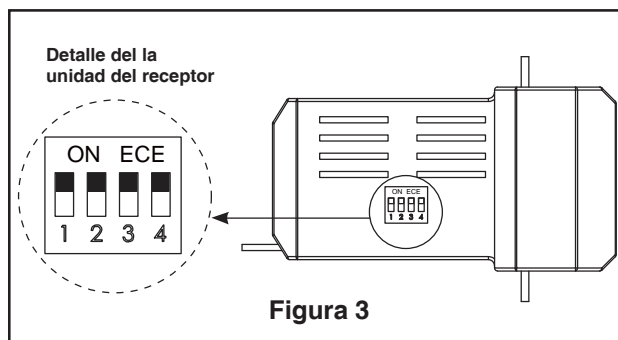

Figura 3
Profunda caja con aparato ortopédico (Figura 3)
3. Afloje los dos tornillos de fijación del soporte del barral. Introduzca los cables de color negro, azul y blanco a través de la varilla. (Figura 3)
1. Fije bien la abrazadera para colgar a la caja de salida con los tornillos y las arandelas provistas con la caja de salida. (Figura. 3)
2. Para configurar el código de unidad del receptor. Deslice los interruptores de código a las mismas posiciones que en el transmisor (Figura 3).
3. Extraiga uno de los tres tornillos del soporte ubicado en la parte inferior de la unidad del motor. Afloje levemente los otros dos tornillos. Instale la unidad de la placa de luz en el soporte utilizando las dos ranuras principales de la placa de conexión. Vuelva a colocar el tercer tornillo y asegure los tres tornillos. (Figura 3)
3. Para que funcione el ventilador, instale dos pilas de 3 voltios en el transmisor del mando a distancia. (si no se va a utilizar por largos períodos de tiempo, retire la batería para evitar daños al control remoto de mano.) Guarde el transmisor lejos del exceso de calor o humedad. (Figura 3)